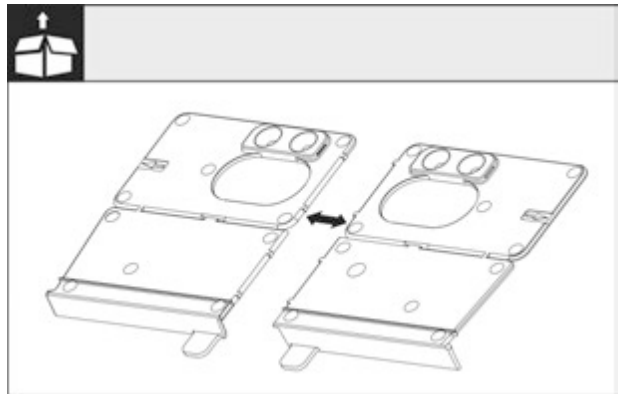

Fig. 27
- Монтажный кут дно Fig. 27 () відокремити на перфорації.